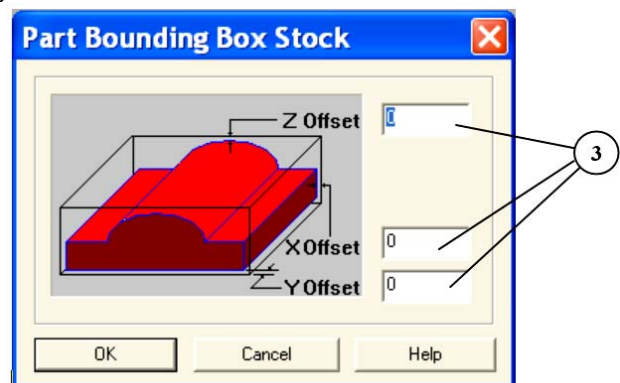

Figura 4. Introducerea parametrului *Offset*
3. În fereastra **Part Bounding Stock Box**, valorile parametrului *Offset* pentru fiecare axă pot fi introduse în casete rezervate (figura 4).